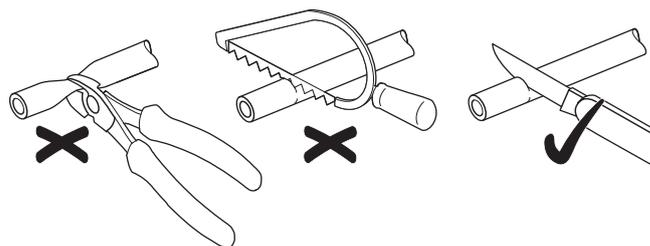

Figura 46
- Per accorciare il tubo del combustibile utilizzare un coltello affilato, evitando di schiacciare il tubo flessibile (Figura 46).